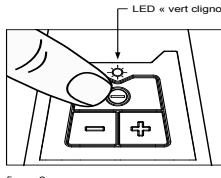

figure 2
2. Appuyez sur le bouton marche/arrêt « ⏻ » sur le porte-boutons pour allumer la ponceuse. L'indicateur LED affiche la couleur « vert clignotant » après la mise en marche de la ponceuse. – voir figure 2.